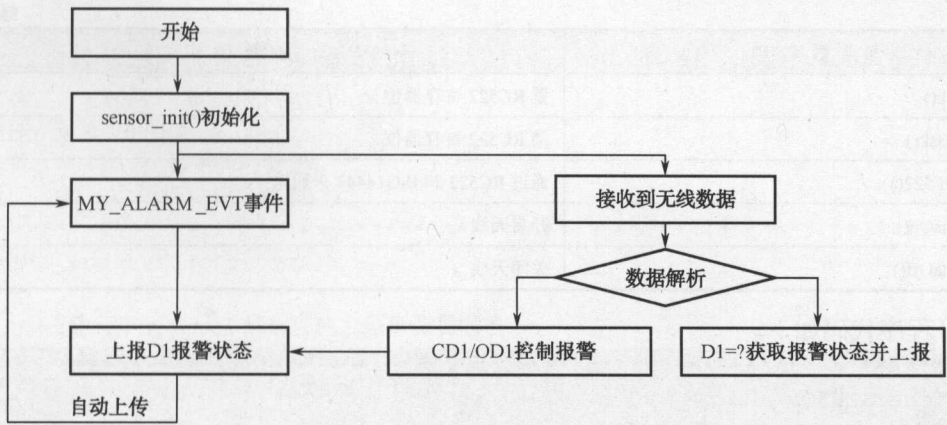

图 4.26 声光报警传感器驱动程序逻辑
(2) 传感器驱动程序开发。RFID 传感器程序逻辑如图 4.26 所示。